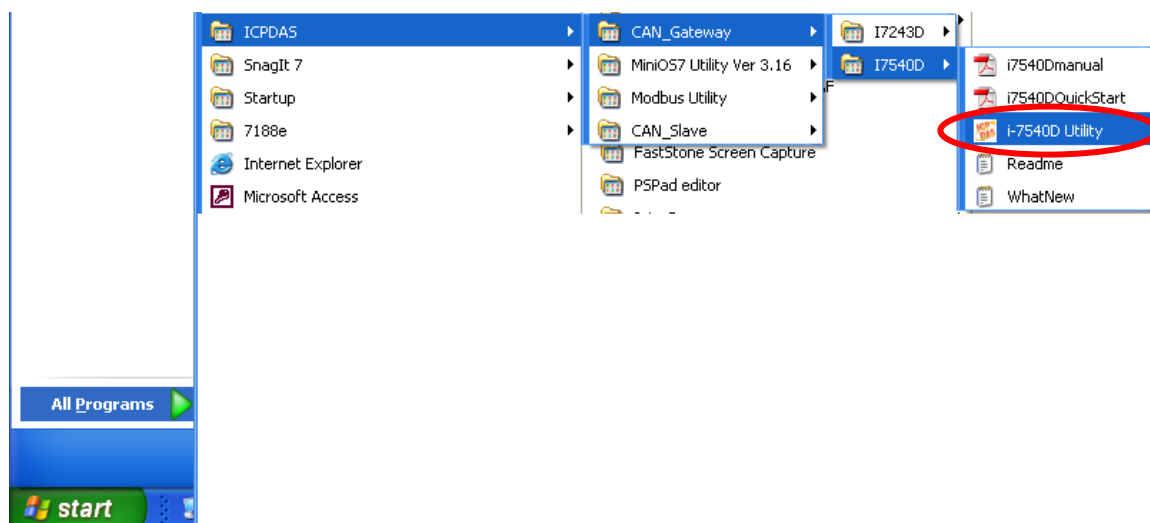

图 3-6: 您可以在任务栏的「开始」找到 I-7540D Utility
Step 7: 在完成 I-7540D Utility 的安装后，使用者可依图 3-6 找到它。